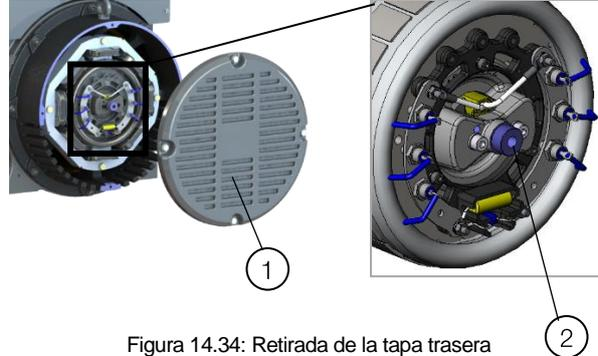

Figura 14.34: Retirada de la tapa trasera
- 1) Retirar la tapa de la excitatriz del alternador, para tener acceso al casquillo de acoplamiento del rotor de la excitatriz, conforme la Figura 14.34.
Detalle de la Figura 14.34: